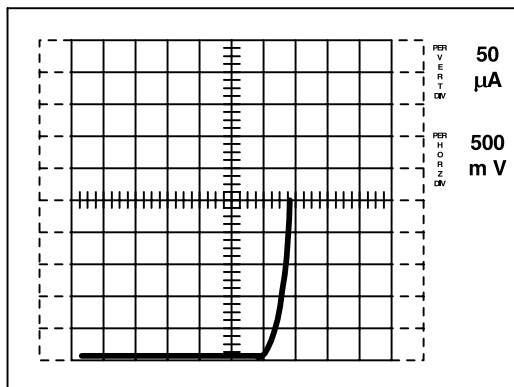

Рис.4. Пороговое напряжение затвор-исток $V_{GS(th)}$
10. Подключите прибор с помощью переключателя LEFT/RIGHT. Увеличивайте напряжение ручкой VARIABLE COLLECTOR VOLTAGE, пока ток стока не достигнет величины 250 мкА, что будет указывать луч на экране. Считайте величину напряжения на горизонтальной центральной линии (так как эта линия соответствует $I_d = 250 \text{ мкА}$). (См.Рис.4.)